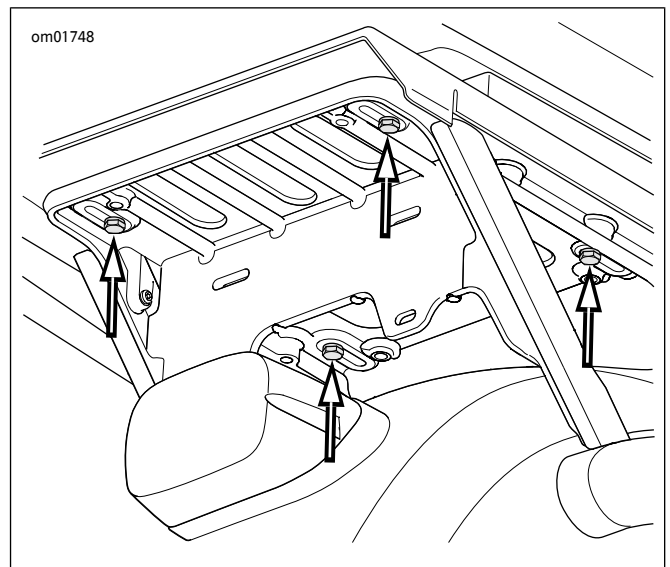

图4。Tour-Pak托架螺丝(APC/中国车型)
- c. APC车型：参见图4。从支架拆下四颗螺丝、平垫圈以及适配器板。向前滑动释放L形挂钩。